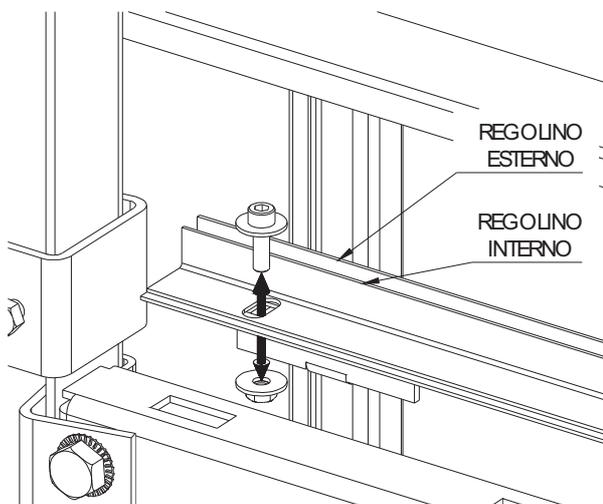

Fig. 18.2
- ✓ Posizionare i regolini orizzontali e fissarli alla staffa precedentemente montata, ricordandosi di utilizzare le rondelle dentellate antisvitamento (Fig. 18.2)